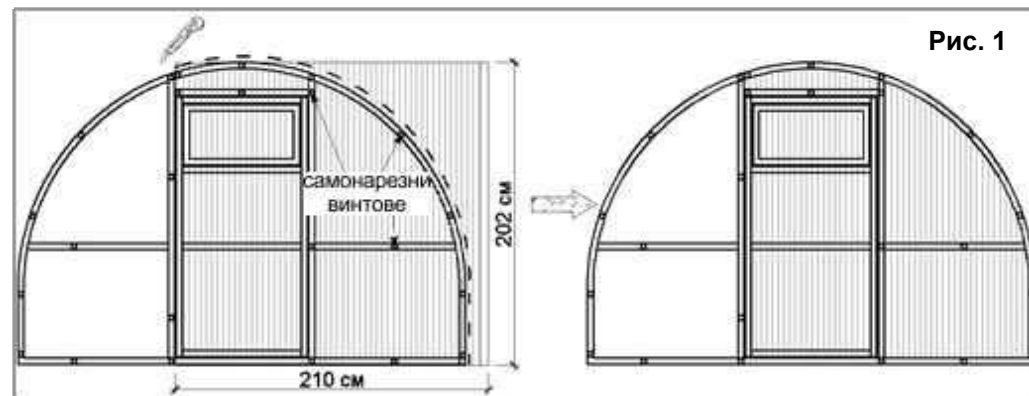

Рис. 1
5.1.2. Наложете една от частите (202x210 см) на челния панел, както е показано на рис.1, каналите на поликарбоната трябва да са разположени вертикално. Изравнете го от всички страни и закрепете със самонарезните винтове по челния панел, според пробитите отвори. Изрежете поликарбоната равно по дъгата.